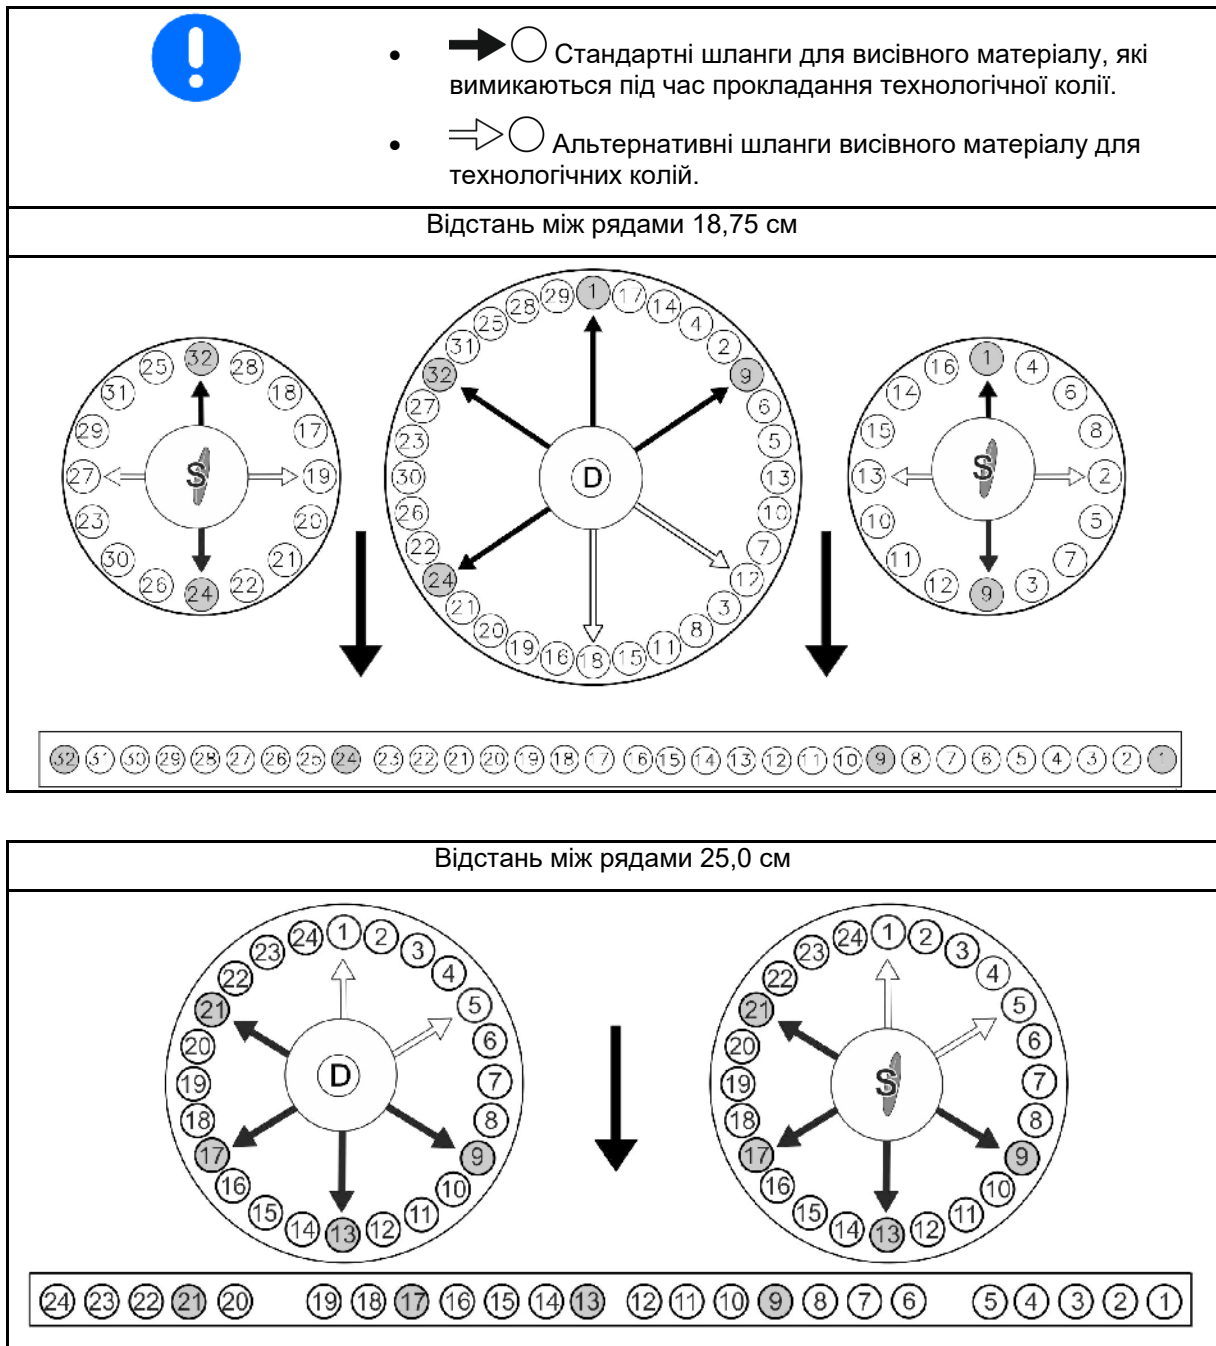

Рис. 130
2. Від'єднайте і зніміть масляний щуп (Рис. 130/ 1).